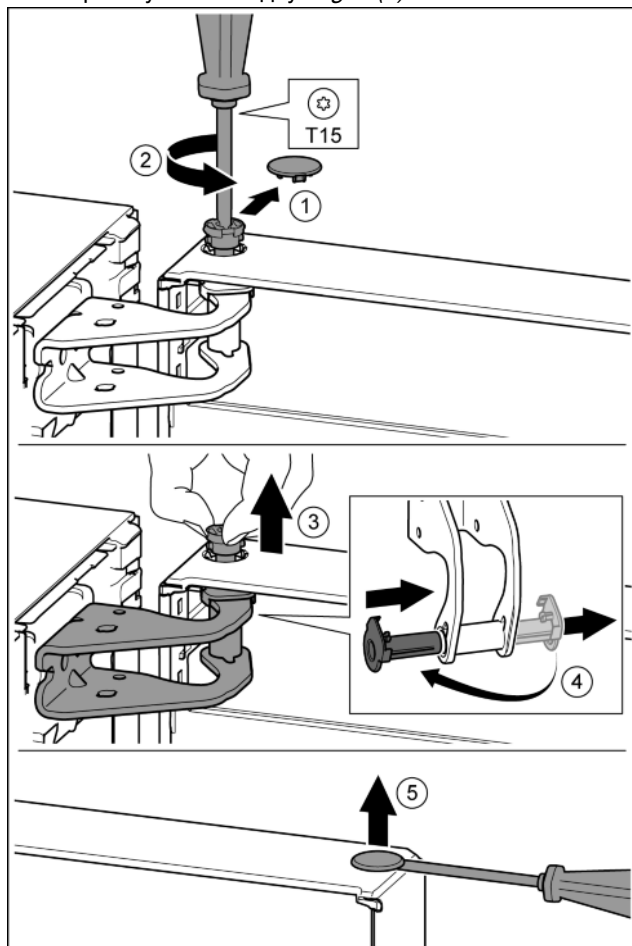

Fig. 10
- ▶ Обережно зніміть запобіжну кришку. *Fig. 10 (1)*
- ▶ Трохи викрутіть гвинт за допомогою викрутки T15. *Fig. 10 (2)*
- ▶ Притримуйте дверцята і витягніть палець руками. *Fig. 10 (3)*
- ▶ Витягніть із прямої опорну втулку. Встановіть і зафіксуйте з іншого боку. *Fig. 10 (4)*
- ▶ За допомогою шліцевої викрутки обережно підійміть пробку із опорного втулка дверцят та витягніть її. *Fig. 10 (5)*